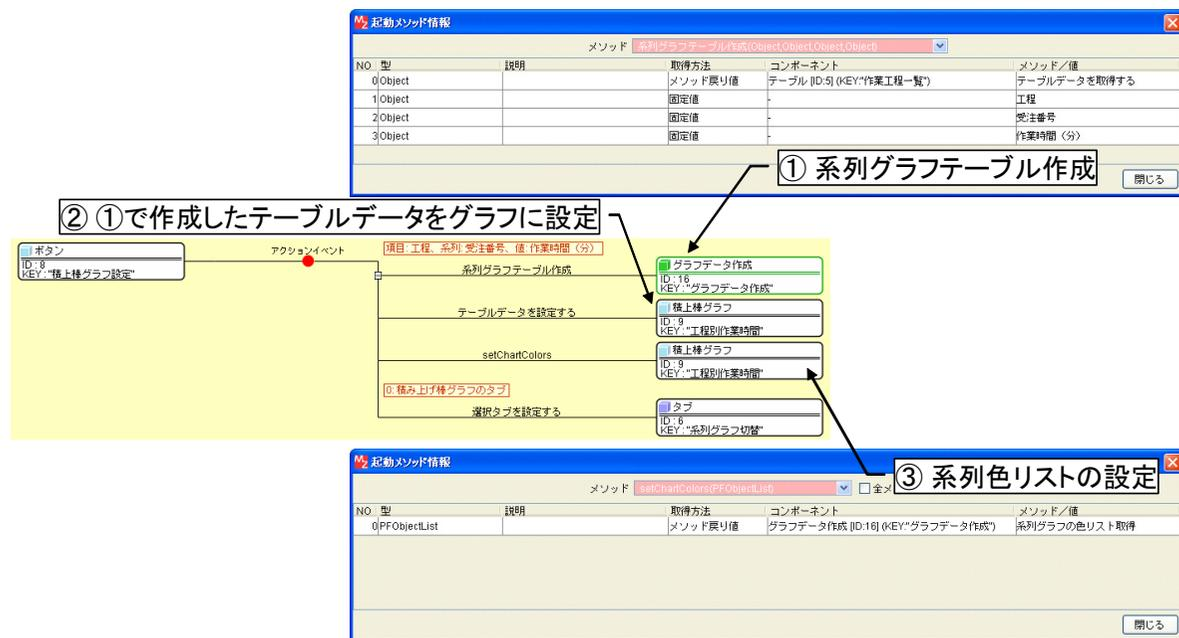

図 3 積上棒グラフ設定部分のコンポーネント接続図
では、この動作がどのように行われているのか、ビルダー上のコンポーネント接続図をたどってみることにしましょう。[積上棒グラフ設定]ボタンをクリックすると、複合コンポーネントの「系列グラフテーブル作成(Object,Object,Object,Object)」メソッドを起動し、積上棒グラフ用のテーブルデータを作成します。第1引数は元となるテーブルデータで、図2で表示されているテーブルのデータです。第2引数が項目軸（横軸）を与える列名で、この場合は「工程」になります。第3引数は、それぞれの項目の内容を何によって色分けするか（系列）を示す列名で、「受注番号」を指定しています。第4引数がグラフに表示される数値データを与える列名であり、「作業時間（分）」となります（図3①）。このようにして作成された系列グラフデータを、[積上棒グラフ]コンポーネントに設定します（図3②）。そして、系列名（受注番号）が同じグラフは同じ色になるように、複合コンポーネントから系列色リストを取得し、それを[積上棒グラフ]コンポーネントに設定します（図3③）。